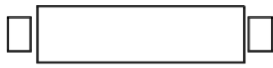

图 5-26 电视柜图形
(1) 单击“快速访问”工具栏中的“打开”按钮,打开“源文件\第5章\组合电视柜\电视柜.dwg”图形,如图 5-26 所示。